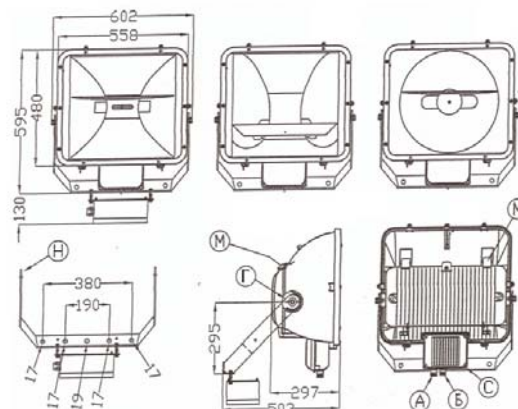
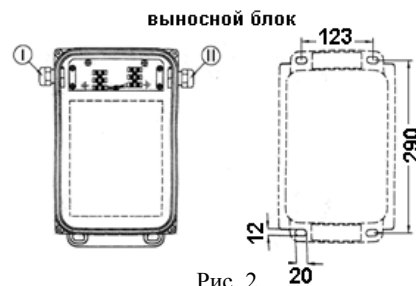

Рис. 1
Рис. 2
1.1. Пржектор заливающего света с симметричным, асимметричным и круглосимметричным отражателем и с блоком перезажигания (рис. 1) предназначен для архитектурной подсветки, экспозиционного освещения, освещения спортивных площадок и залов и др. и рассчитан для работы в сети переменного тока 380 В ($\pm 10\%$), 50 Гц ($\pm 0,4$ Гц). Качество электроэнергии должно соответствовать ГОСТ 13109-97.
5.2. Распаковать пржектор с закрепленным на лире блоком горячего перезапуска (рис. 1) и выносной блок (рис. 2).
5.5.3. Открыть крышку блока подключения пржектора «С» (рис.1).
- 5.8. Установить прожектор под необходимым углом к вертикали, используя угломерную шкалу "Т" (рис.1).